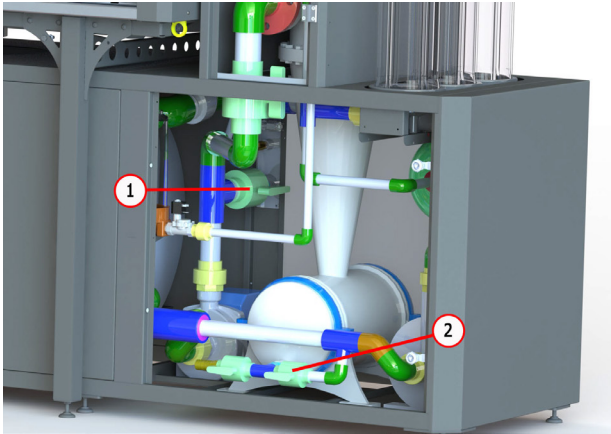

Рисунок 49
2. Відкрийте крани 1 і 2 см. рис. 49.
5. Закрийте крани 1 і 2 рис. 49.